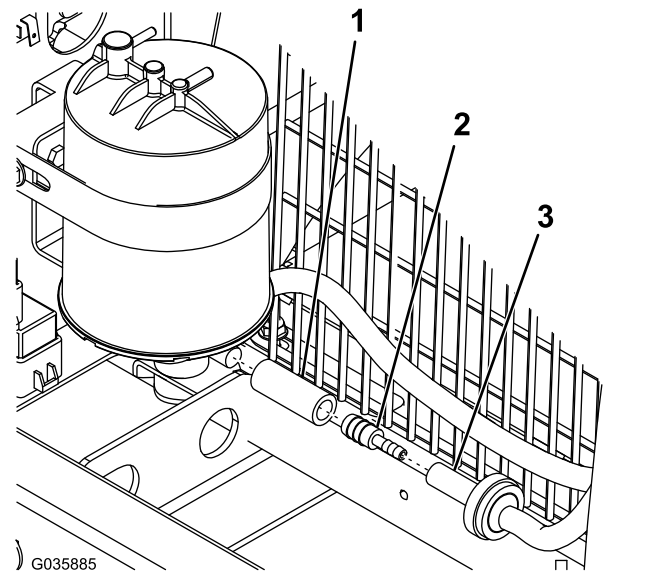

Bild 7
7. Befestigen Sie den Schlauchadapter und den kurzen Schlauch mit dem Kraftstoffleitungsfilter und befestigen Sie es an der Unterseite des Aktivkohlefilters (Bild 7).